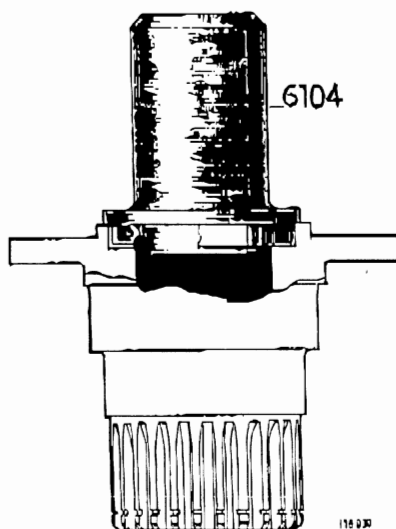

Bild 82. Ipressning av tätning
18. Bestryk locket anliggningsyta mot huset med tätningsmedel. Sätt locket (56) på plats och dra fast det.
20. Pressa tätningen i bäraxeln med 6104. Tätningen ska vändas som bilden visar. Bild 82.